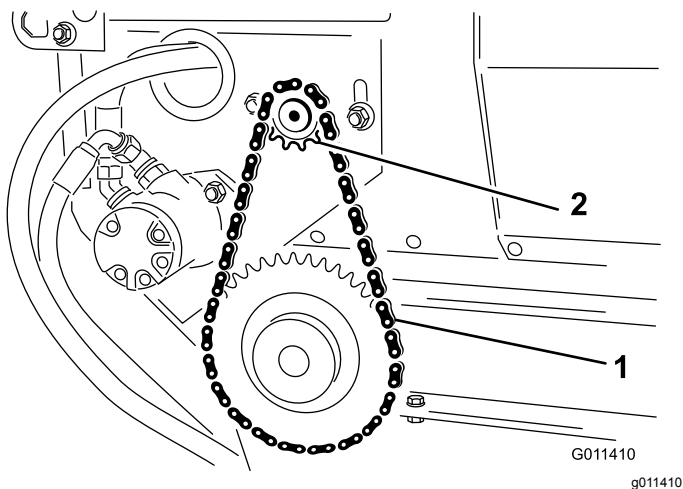

**Figura 24**
1. Retire la cubierta de la cadena y el espaciador (Figura 24).